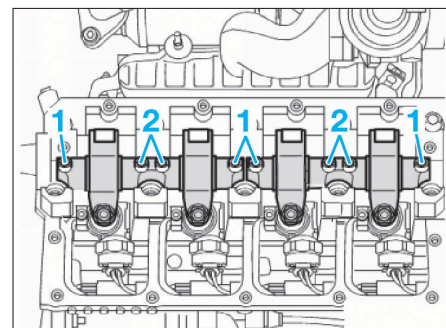

FIG. 70
- Déposer les 2 rampes de culbuteurs en commençant par desserrer leurs vis de fixation extérieures (1) puis intérieures (2) sur chacune d'elle (Fig.70).
- des rampes de culbuteurs avec des vis neuves, en serrant en un premier temps les vis intérieures (2) , puis dans un second temps les vis extérieures (1) (Fig.70).